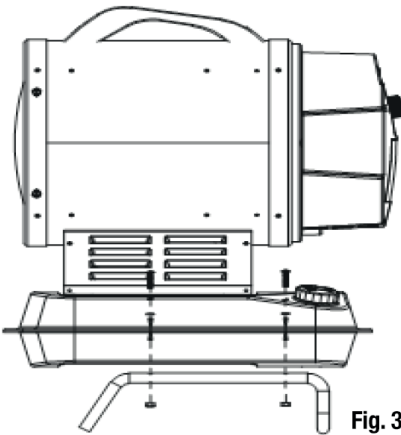

Fig. 3
- Juster hullene på stativet med hullene på drivstofftanken til varmeren som vist (fig. 3).